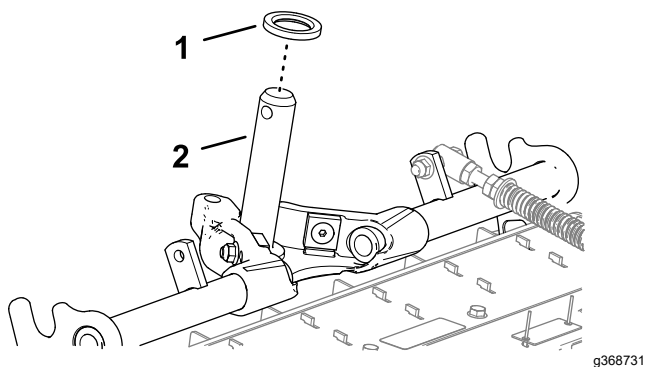

Рисунок 24
1. Убедитесь, что на ось несущей рамы установлена потайная упорная шайба (Рисунок 24).